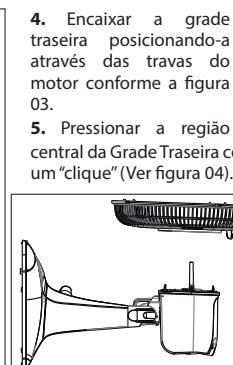

Figura 03
4. Encaixar a grade traseira posicionando-a através das travas do motor conforme a figura 03.